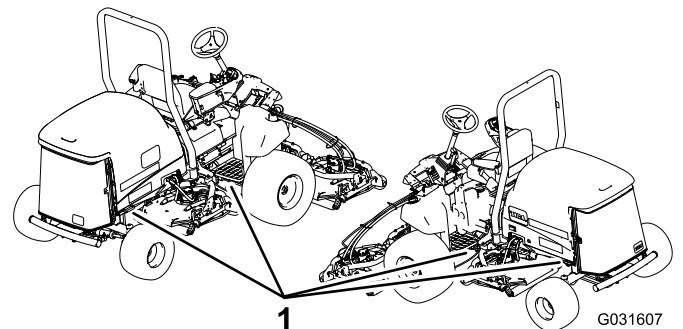

Figure 43
5. Servez-vous des points d'attache en métal de la machine (Figure 43) pour arrimer solidement la machine sur la remorque ou le véhicule de transport au moyen de sangles, chaînes, câbles ou cordes.